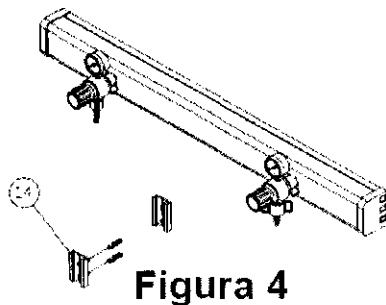

Figura 4
En el caso de que el ducto de gases no tenga un soporte de accesorios fijo (14) o el que tiene no coincide con el soporte de encastre (12) del Mezclador Automático se debe fijar el soporte de accesorios fijo (14) que viene incluido en el equipo a la pared (Figura 4).